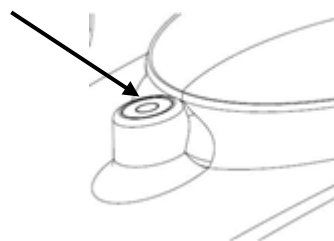

図 4.9
- ・ 水平器（図 4.9 の矢印部）の気泡が赤丸の内側に入るように調整します。